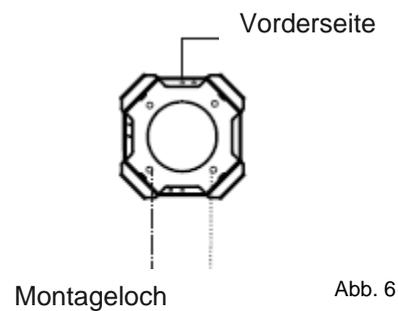

Abb. 6
1. Folgen Sie der in Abb.6 angegebenen Richtung, um die Halterung an die Decke zu legen, und markieren Sie vier Löcher an der Stelle, an der die Haube angebracht werden soll.